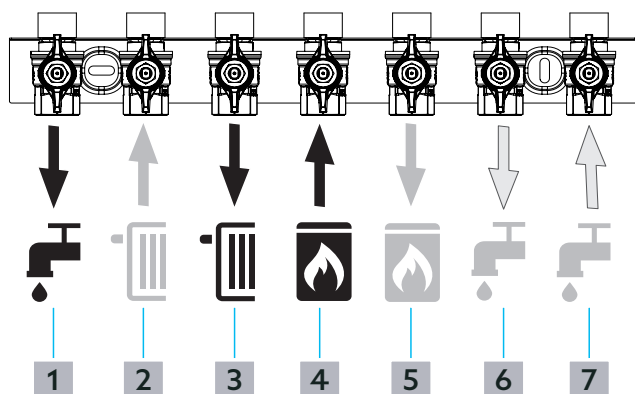

Fig. 10: Disposition des raccords du jeu de raccordement avec robinets à tournant sphérique
- 2 Insérer les adaptateurs ((11) sur la Fig. 1 en page 37) dans les raccordements 2 et 3 (Retour du circuit de chauffage et aller du circuit de chauffage) (voir Fig. 10 en page 43) du jeu de raccordement avec robinets à tournant sphérique.
- 3** Insérer un joint d'étanchéité ((7) sur la Fig. 1 en page 37) dans un tube ondulé en acier inoxydable ((1) sur la Fig. 1 en page 37) et visser le tube ondulé en acier inoxydable sur l'adaptateur ((11) sur la Fig. 1 en page 37) dans le raccordement 3 (aller du circuit de chauffage) (voir Fig. 10 en page 43).
- 5** Insérer un joint d'étanchéité dans un tube ondulé en acier inoxydable et visser le tube ondulé en acier inoxydable sur l'adaptateur dans le raccordement 2 (retour du circuit de chauffage) (voir Fig. 10 en page 43).